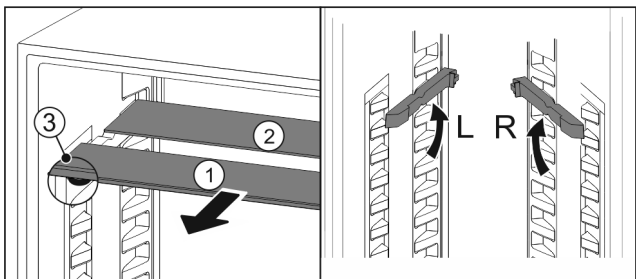

Fig. 96
- ▶ Izvucite Fig. 96 (1) staklene ploče jednu po jednu prema naprijed.
- ▷ Staklena ploča Fig. 96 (1) s ukrasnom letvicom nalazi se sprijeda.
- ▷ Zaustavljači Fig. 96 (3) su usmjereni prema dolje.